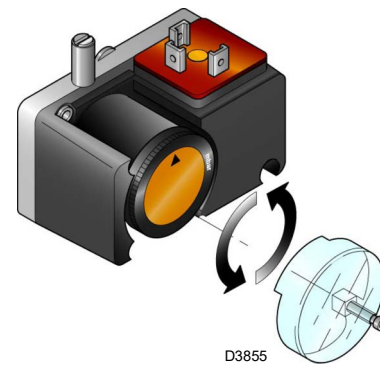

Abb. 30
- Den Druckwächter für die Dichtheitskontrolle (Kit PVP)(Abb. 30 auf Seite 31), falls vorhanden, gemäß den dem Kit beiliegenden Anweisungen einstellen.
Stellen Sie den Druckwächter für die Dichtheitskontrolle (Kit PVP)(Abb. 30) gemäß den dem Kit beiliegenden Anweisungen ein.